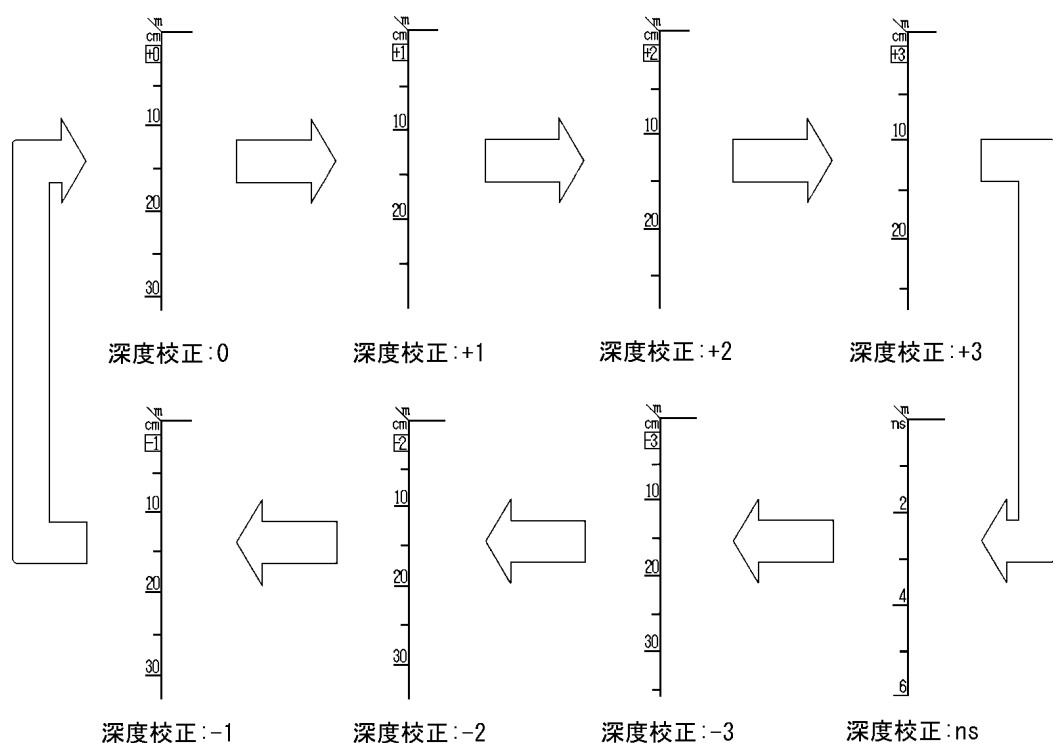

図3-13 深 度 目 盛
下表に深度校正値と比誘電率の関係を示し、図3-13に深度目盛を表わします。
c) 図3-13のように無筋部分が固定カーソル位置に重なったときに、 $\boxed{5}$ ENTER を押すことにより、固定カーソル位置の反射波を表面波としてリアルタイムマニュアル表面波処理を行ったBモード(BAモード)表示を行います。